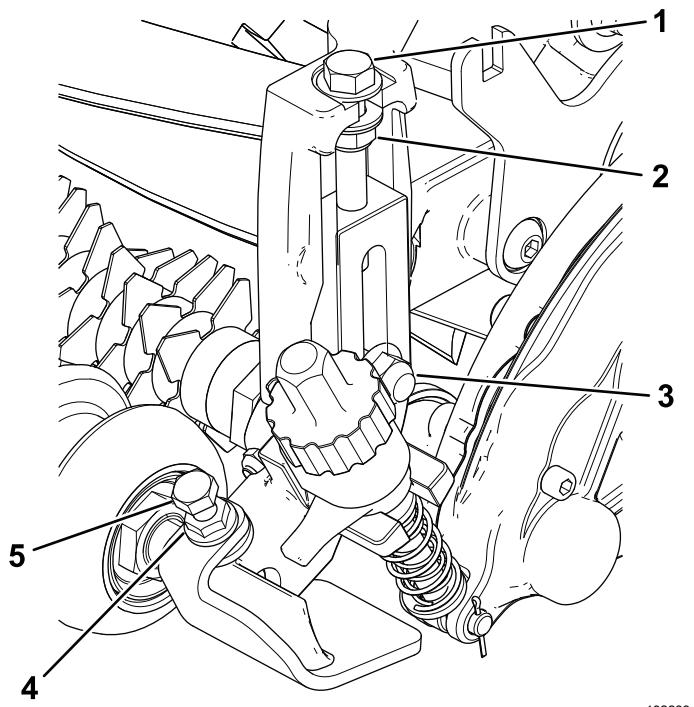

Figura 13
4. Serrate i bulloni a testa tonda e i dadi di bloccaggio che fissano i gruppi delle staffe dell'altezza di taglio alle piastre laterali (Figura 13).
- 5. Serrate il dado di bloccaggio sul bullone di regolazione dell'altezza di taglio, quindi allentate il dado di bloccaggio di $\frac{1}{2}$ giro (Figura 13).
- 6. Centrate il rullo anteriore tra i gruppi della staffa dell'altezza di taglio e bloccatelo in posizione con le viti a testa cilindrica e i dadi flangiati (Figura 13).